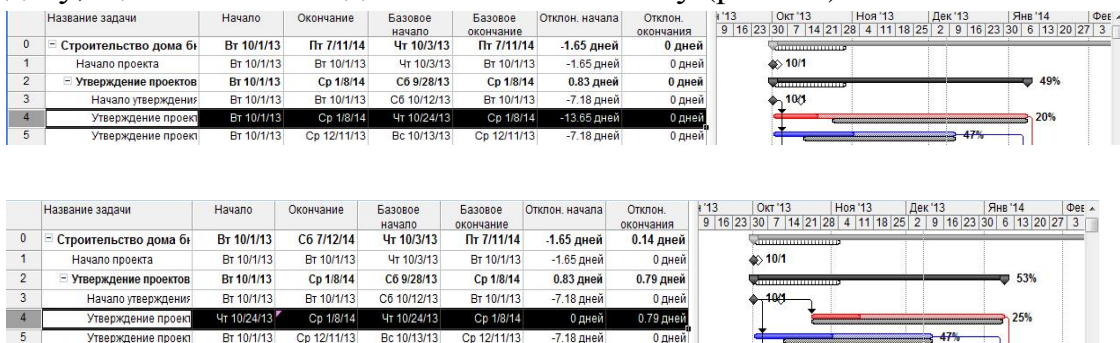

Рис. 17. Зміна поточної дати
1) Змінити поточну дату. Натиснути в осередку закінчення і вибрати дату, що збігається з датою базового плану (рис. 17).